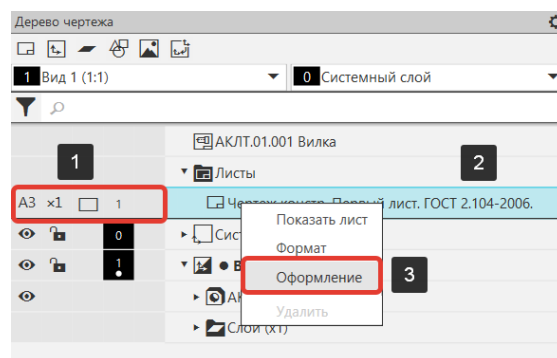

Рисунок 193 – Оформление листа
Для изменения формата, кратности и ориентации листа достаточно щелкнуть мышью по соответствующей пиктограмме в дереве (1) (Рисунок 193).
Для вызова диалогового окна оформления листа необходимо (Рисунок 193):